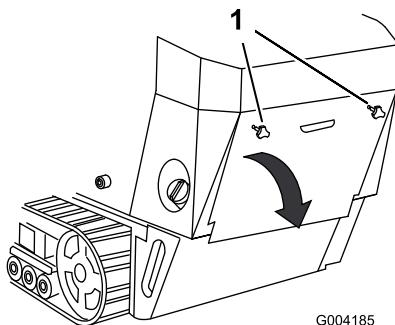

Figure 23
- Dévissez les 2 boutons de fixation du couvercle d'accès arrière à la machine (Figure 23).
2. Basculez le couvercle d'accès arrière vers le bas et déposez-le pour accéder aux composants internes (Figure 23).